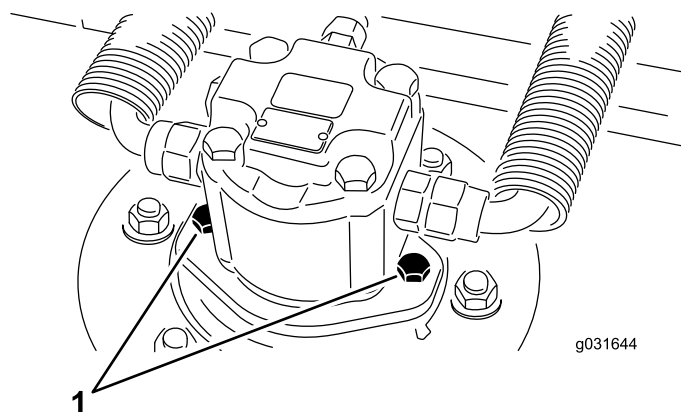

Figura 66
2. Retire os parafusos de montagem do motor hidráulico e desligue e retire o motor hidráulico da plataforma (Figura 66).
4. Utilizando os parafusos de montagem do motor hidráulico, instale o motor hidráulico na plataforma (Figura 66).